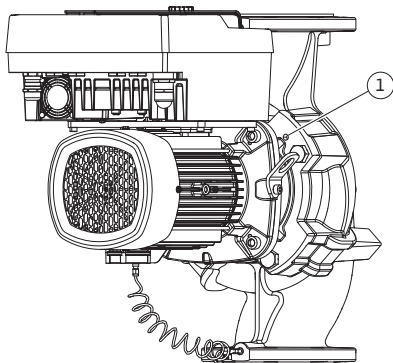

Fig. 104: Vytlačení smontované jednotky závitovými otvory
12. U typu čerpadla (Fig. III, IV) povolte šrouby poz. 29. Použijte dva závitové otvory vedle něj (Fig. 104, poz. 1) a použijte vhodné šrouby, které si zajistí zákazník (např. M10 x 25 mm). Vytlačte smontovanou jednotku z tělesa čerpadla.